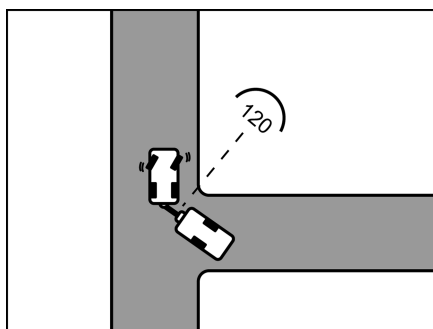

Fig. 11 Svolta all'incrocio
- Appena entrambi i veicoli si trovano ad un angolo di ca. 120° l'uno rispetto l'altro, fermarsi (Fig. 11).